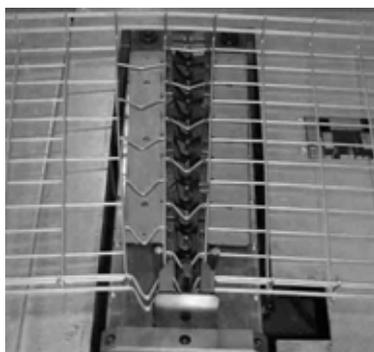

*Figura 4.75 – Tagli alternati dei fili dei 4 settori centrali per curva a 90°*
3. eseguire, solo per la curva 90°, il taglio alternato dei fili dei 4 settori centrali della passerella (figura 4.75);